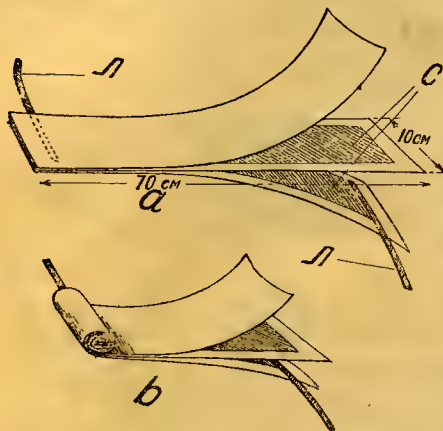

Рис. 4. Устройство конденсатора  $C_1$ .
**Конденсатор  $C_1$ .** Емкость его около 0,15  $\mu F$ . Изготавливается он следующим способом (рис. 4). Прежде всего из парафинированной бумаги нарезаются три ленты шириной 10 см. и длиной каждая в 70 см. Если из целого листа последние вырезать невозможно, то их можно склеить шеллаком из нескольких частей.
Склеивать их следует на протяжении не менее 5 см. На изготовленную таким образом ленту наклеиваются шеллаком станиоловые полосы шириной 8 см., отступая от краев на 2—5 см. Таким образом, мы получаем ленту из парафинированной бумаги, с наклеенной на ней станиоловой полосой — шириной 8 см. и длиной в 60—65 см. Затем наклеивается опять парафинированная бумага и опять станиоловая полоса, после чего наклеивается в третий раз парафинированная бумага. При изготовлении такого конденсатора следует сделать выводы при помощи латунных полосок шириной 1 см. и длиной 12 см. каждая (см. рис. 4-Л). Далее следует из кусочка фибры или фанеры вырезать полоску шириной 15 мм. и длиной 10 см. и на нее намотать изготовленный конденсатор. Все это ясно
из рис. 4. Для предупреждения конденсатора от механических повреждений его полезно обмотать изоляционной лентой.